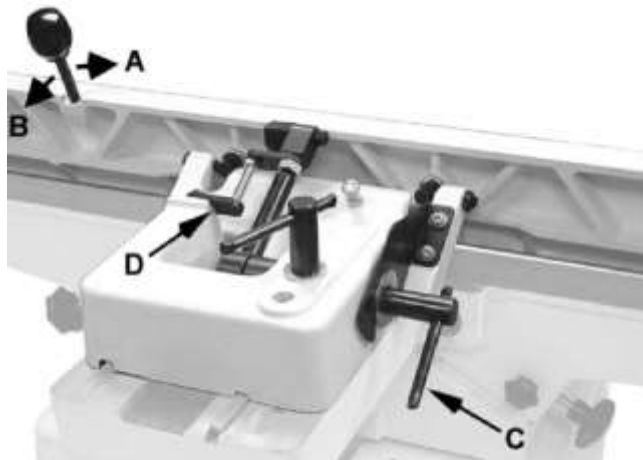

Рис. 19
1. Ослабьте фиксирующую ручку (C, рисунок 19).
2. Переместите рычаг вперед (A, рисунок 19) на желаемый угол, уменьшив его до 45 градусов. Или вы можете поместить эталонную деталь на стол напротив упора и регулировать ее до тех пор, пока угол наклона упора не будет соответствовать скосу вашей калибровочной детали.
3. Затяните фиксирующую ручку (С, рис. 19).
2. Ослабьте фиксирующую ручку (С, рис. 19).
3. Откиньте стопорный блок на 90° (D, рис. 19) в сторону.
4. Переместите рычаг (В, рис. 19) обратно на желаемый угол до 135 градусов. Или вы можете поместить эталонную деталь со скосом на стол и прижать к упору, регулируя угол наклона до тех пор, пока угол наклона не совпадет со скосом вашей калибровочной детали.
5. Затяните фиксирующую ручку (С, рис. 19).
Важно: Когда операция по наклону будет завершена и упор будет установлен на 90°, не забудьте вернуть стопорный блок на 90° (D, рис. 19) в исходное